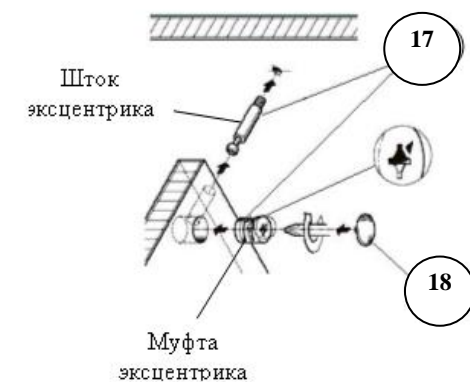

Рис.3 Установка эксцентриксовой стяжки
1. Установить муфты эксцентриков (17) и шканты (24) в подходящие отверстия на боковинах ящиков (11,12). Вкрутить шток эксцентрика (17) в фасады ящиков (9) (рисунок 3,4).
2. Собрать корпус ящика по рисунку 4 при помощи винтов-конфирматов (15) и эксцентриксовых стяжек (17).
3. Выверить прямоугольность корпуса ящика (равные диагонали). Дно ящика (7) завести в паз на фасаде (9), закрепить саморезами 3x20 (19) к задней панели (10) и боковинам ящика (11,12).
4. На боковины ящиков (11,12) установить съемную часть направляющих (22) и закрепить их саморезами 3,5x12 (23).
5. Установить ручки (21) на фасады ящиков(9).